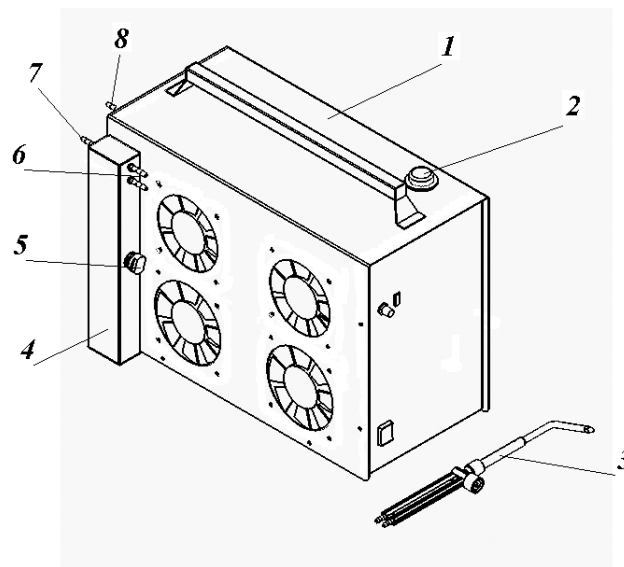
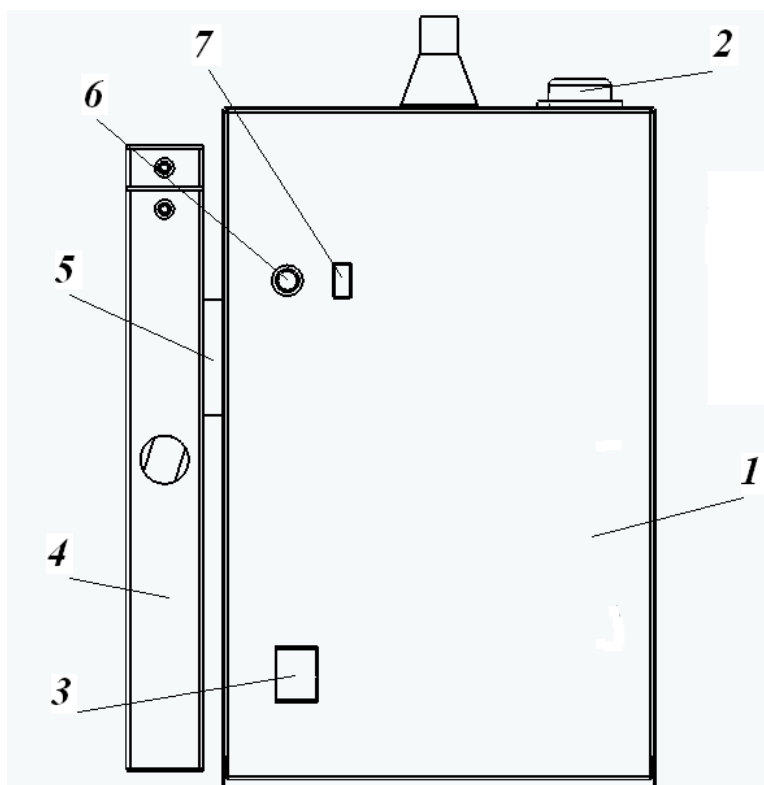
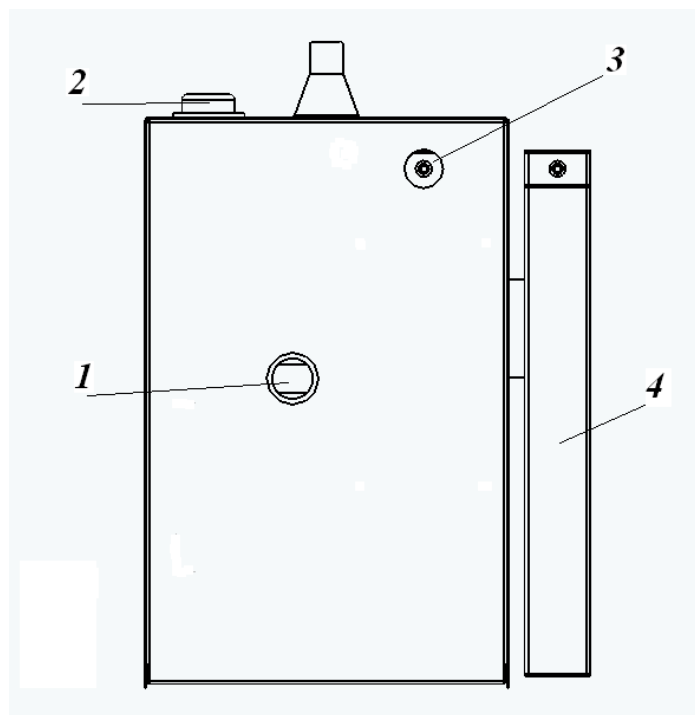

Рис.2 Внешний вид установки Лига-41А
Рис.3 Лига-41А (вид спереди)
Рис. 5 Лига-41А (вид сзади)
4.1 Внешний вид установки приведён на рис.2.
дополнительными "сухими" огнепреградителями. Количество произведённой газовой смеси (производительность) регулируется с помощью регулятора тока 6 (Рис.3) и отображается на индикаторе 7(Рис.3) цифрой от 0 до 9. Если производительность установки не соответствует диаметру сопла горелки или засорены газовые магистрали, то внутри электролизёра увеличивается давление. При превышении давления над 0,6 атм. срабатывает аварийный датчик давления, который, воздействуя на силовой блок, выключает ток через электролизёр 1 и подаёт звуковой сигнал, при этом на индикаторе 7(Рис.3) загорается символ "Р". В случае выработки всего запаса дистиллированной воды срабатывает датчик уровня, который выключает ток через электролизер и подаёт звуковой сигнал, при этом на индикаторе 7(Рис.3) загорается символ «U».
4.2 Внешний вид охладителя-обогапителя приведён на рис.2.
6.3 Произвести установку охладителя-обогапителя 4(Рис.3) в направляющих 5(Рис.3) на корпусе электролизера 1(рис.3) и соединить его шлангами с электролизером и горелкой. Входной штуцер 7(рис.2) соединить коротким шлангом с выходным штуцером 8(рис.2), выходные штуцера 6(рис.2) соединить длинными шлангами с входными штуцерами горелки (порядок соединения безразличен). Тщательно затянуть хомуты на шлангах, накидную гайку и сопло горелки.
7.1 Ручку регулятора тока 6(рис.3), расположенную на лицевой панели силового блока, вывести в крайнее левое положение (против часовой стрелки).
3(Рис.3) при этом заработают вентиляторы. Ручку регулятора тока плавно повернуть по часовой стрелке до загорания необходимой цифры на индикаторе 7(рис.3).
7.3 Регулирование расхода газовой смеси осуществляется ручкой регулятора тока 6(Рис.3).
Предварительно необходимо заправить охладитель-обогапитель углеводородом (например **бензолом** или бензином). Для этого снять охладитель-обогапитель с направляющих 5(рис.3), открутить пробку 5(рис.2) и ***предварительно слив отстой*** из образовавшегося отверстия в это же отверстие залить до 100мл **бензола** или другого углеводорода (примерно на 1 час непрерывной работы). Затем закрутить пробку 5(рис.2) и установить охладитель-обогапитель на место. По мере работы необходимо доливать углеводород в охладитель-обогапитель.
7.5 Гасить горелку следует резко сдуть пламя, как при гашении свечи. После этого выключить электролизёр. Если пламя не сдувается, можно просто регулятором тока 6(рис.3) выключить электролизёр, при этом будет слышен негромкий щелчок (сработают "сухие" огнепреградители). После выключения электролизёра следует повернуть любую из ручек регуляторов горелки в среднее положение.
7.7 Во время работы уровень электролита в электролизере понижается, поэтому периодически или при срабатывании датчика уровня (звуковой сигнал с одновременным загоранием сигнала «U» на индикаторе 7(Рис.3)) необходимо восстанавливать уровень электролита, доливая в электролизер **дистиллированную** воду. Для этого нужно выключить установку из сети, убедиться, что сливная пробка 1(Рис.5) плотно завинчена, вывернуть пробку из заливной горловины 2(рис.2) и в образовавшееся отверстие с помощью **чистой** воронки долить воды столько, чтобы она появилась в заливной горловине. После этого необходимо завернуть пробку на прежнее место.
8.1 Через каждые 250-300 часов работы, но не реже одного раза в год следует провести замену электролита, при этом необходимо выработать весь запас воды до срабатывания датчика уровня. При смене электролита: вывинтить пробку 1(рис.5) из сливного отверстия. Завернуть вместо пробки сливное устройство и поставить электролизёр вертикально сливным отверстием вниз. Затем вывинтить пробку из заливной горловины 2(рис.5) и вылить электролит из электролизера. Залить (см. п.7.7) и вылить из электролизера один, два раза **дистиллированную** воду (прополоскать). Затем через заливную горловину 2(Рис.5) с помощью